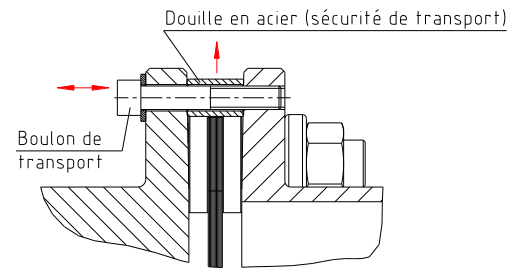

Fig 21: Sécurité pour le transport
**La douille d'espacement de sécurité (acier) doit être retirée pour la suite du montage et la mise en service (voir fig. 21).**
**Attention, vérifiez bien s'il s'agit d'un montage avec jeu axial réduit avec 2 douilles plastique par vis ou d'une sécurité de transport avec une douille acier par vis (voir fig. 21 et 22).**